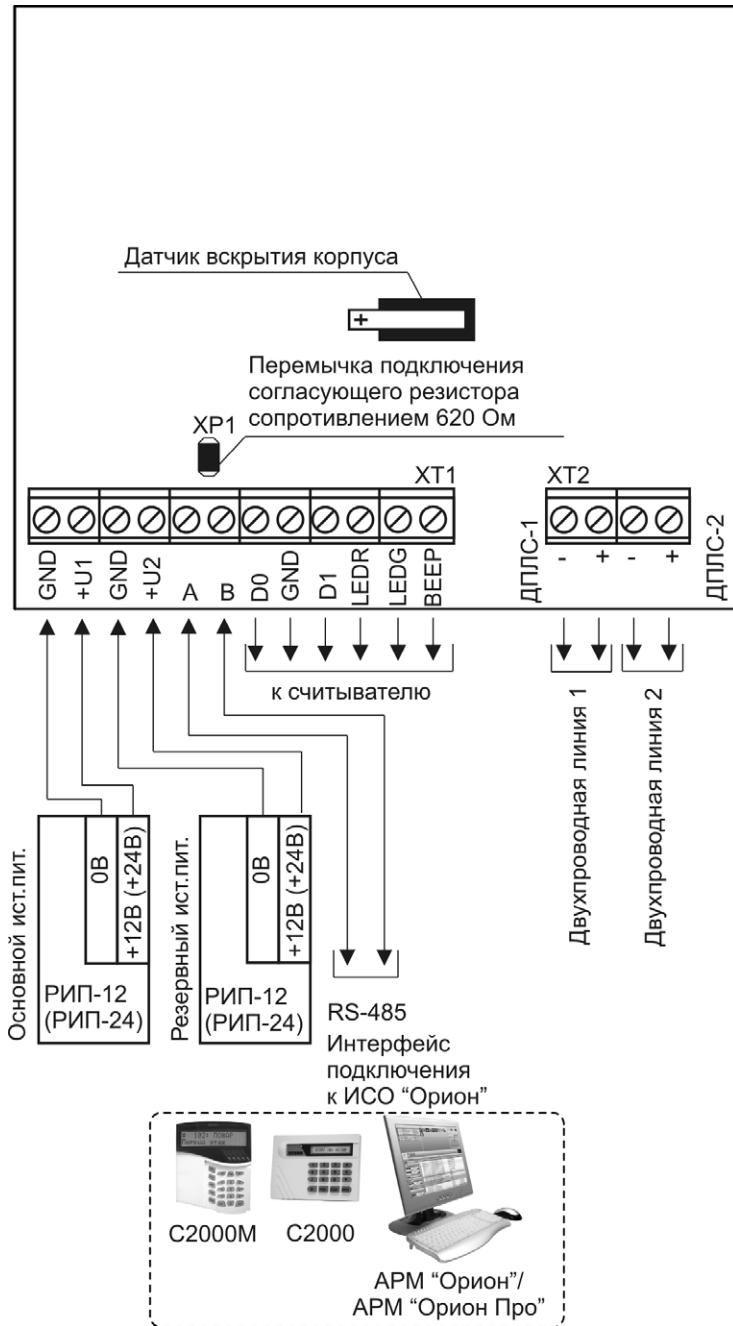

Рисунок 5.
- Подключите соединительные линии в соответствии с проектной документацией и схемой на рис. 5.